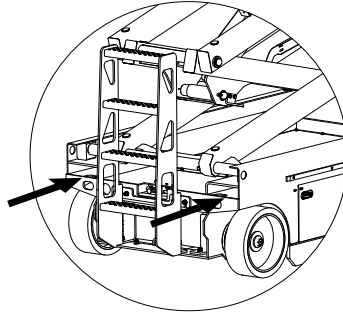

Figura 4--3 Horquilla de carretilla elevadora
- 3) Use las cavidades de la carretilla elevadora ubicados a ambos lados de la escalera. Vea la Figura 4--3.